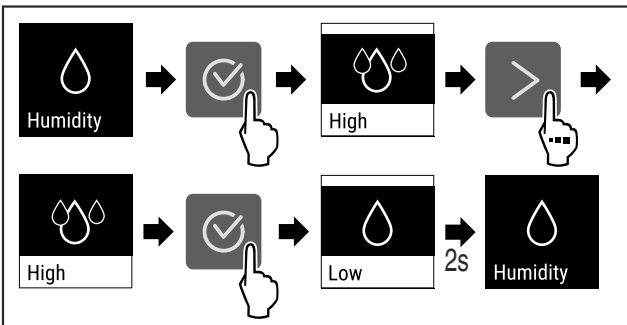

Fig. 95
- ▶ Kryeni hapat e veprimit (shihni Fig. 95).